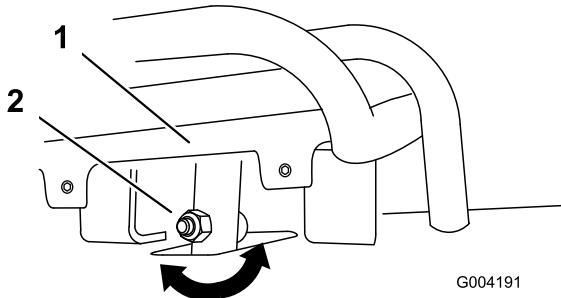
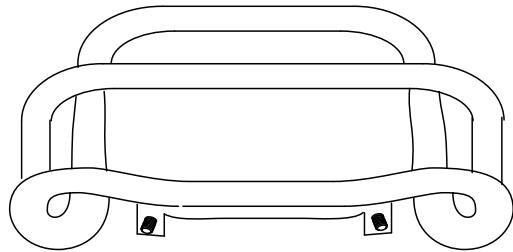

Figure 54
Figure 55
4. Si l'avant de la commande de déplacement n'est pas d'équerre et de niveau avec la barre de référence, desserrez l'écrou et le boulon à embase de la tige de la commande de déplacement (Figure 54).
5. Réglez la commande de déplacement de sorte qu'elle soit de niveau et en appui contre la barre de référence lorsqu'elle est tirée tout droit en arrière (Figure 54 et Figure 55).
- Desserrez l'écrou et le boulon à embase dans la tige de la commande de déplacement (Figure 54).
- I. Réglez la commande de déplacement de sorte qu'elle soit de niveau et en appui contre la barre de référence lorsqu'elle est tirée tout droit en arrière (Figure 54 et Figure 55).